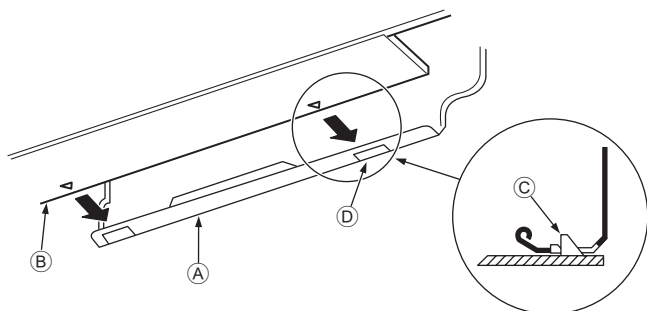

Рис. 3-10
3. Устанавливая трубки хладагента и дренажа в отверстие на стене (муфту), подвесьте верхнюю часть внутреннего блока к монтажной плите ①.
5. Закрепите блок, вдвинув его нижнюю часть в монтажную плиту ①. (Рис. 3-10)
* Убедитесь, что нижние фиксаторы внутреннего блока надежно встали в монтажной плите ①.
- ⓐ Монтажная плита ①